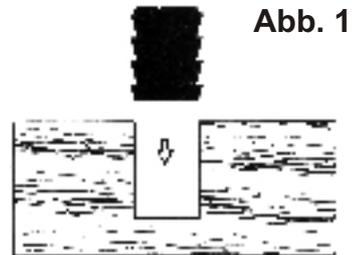
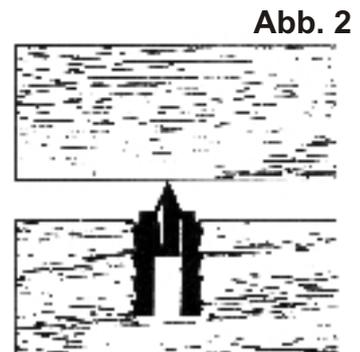

Abb. 1
Abb. 2
Die Hülse bis zum Grund einschlagen. (Abb. 1) In die eingeschlagene Hülse wird ein hierzu gelieferter Markierungsbolzen eingesetzt, dessen Spitze über die Oberfläche herausragt. Das 2. Werkstück muss auf den Markierungsbolzen in der Hülse so aufgelegt und angedrückt werden, wie der Verbund erfolgen soll (Abb. 2). Dadurch wird erreicht, dass der Punkt, an dem die Schraube mit Stielkopf vorgebohrt und eingeschraubt werden muss, genau markiert ist und auch bei mehreren Befestigungen an einem Werkstück genauer Sitz erreicht wird.
1. Die USV-Schrauben M 8/Beton sollen mit Kunststoffdübeln wie z. B. M 8-S verarbeitet werden. Wenn Unebenheiten im Beton mit der M 8/Beton ausgeglichen werden müssen, wird als erstes der höchste Befestigungspunkt festgelegt (siehe Abb. 1).